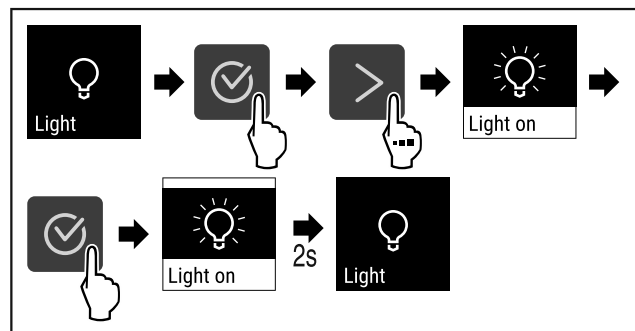

Fig. 69
- ▶ Изпълнете стъпките (виж Fig. 69).